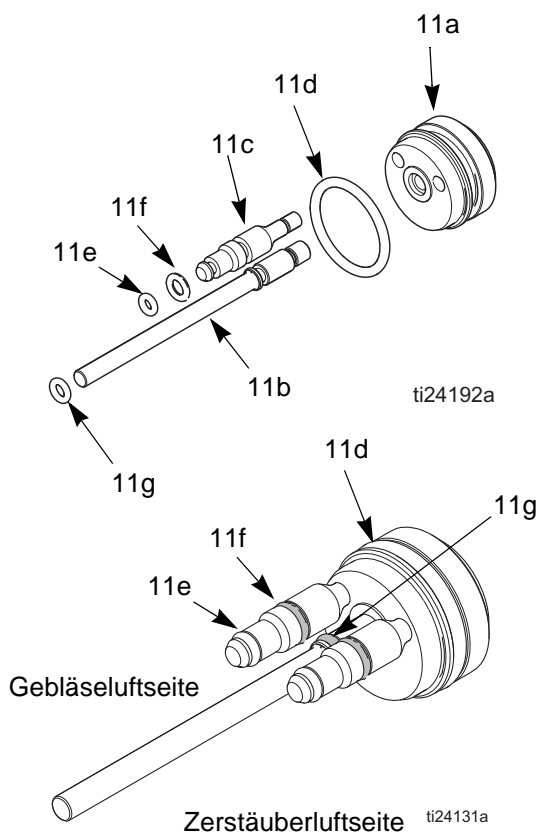

Fig. 22. Kolben-O-Ringe
4. Die Kolbenkappe (13) von der Rückseite der Pistole entfernen.
5. Auf die Kolbenstange (11) drücken, um den Kolben hinten aus der Pistole hinauszudrücken.
6. Die O-Ringe (11d, 11e, 11f und 11g) auf Beschädigung prüfen. Siehe hierzu Tabelle 3 und FIGURE 22.
9. Die Feder (12) und den Kolbendeckel (13) einbauen.